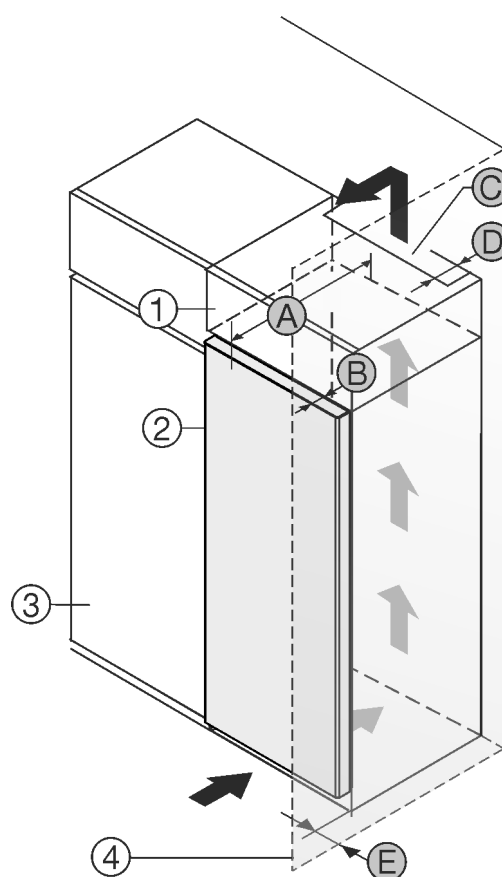

Fig. 1
Állítsa a készüléket közvetlenül a konyhaszekrény Fig. 1 (3) mellé.
A rátétszekrény hátoldalán egy megadott mélységű Fig. 1 (D) szellőzőknak kell kialakítani a rátétszekrény teljes szélességében.
A mennyezett alatt be kell tartani a szellőző keresztmetszetet Fig. 1 (C).
Ha a készüléket a zsanérjaival a fal Fig. 1 (4) mellé állítja fel, akkor legalább 13 mm távolságot kell tartani a faltól.
Ha a készüléket a zsanérjaival a fal Fig. 1 (4) mellé állítja fel, akkor legalább 20 mm távolságot kell tartani a faltól.
Ahhoz, hogy az ajtókat teljesen ki lehessen nyitni, a készüléknek az ajtó mélységének Fig. 1 (B) megfelelő mértékben túl kell lógnia a konyhaszekrény frontján. A konyhaszekrények Fig. 1 (3) mélységétől és a fali távtartók használatától függően a készülék nagyobb mértékben is túllóghat előre-felé.